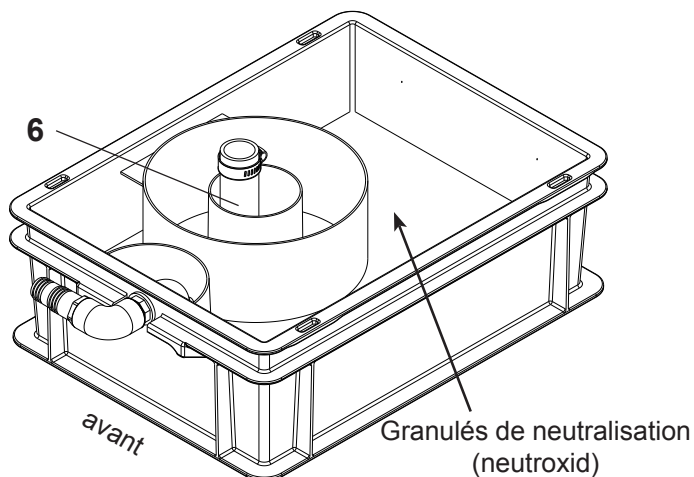
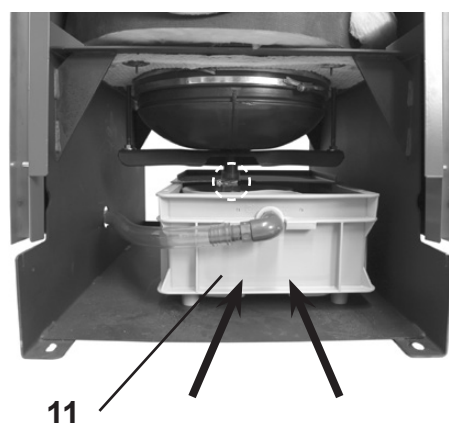

Fig. 10
Fig. 13
7. Insérez le boîtier de neutralisation (11, Fig. 13) (6, Fig. 10) se trouve exactement sous le raccord d'évacuation.